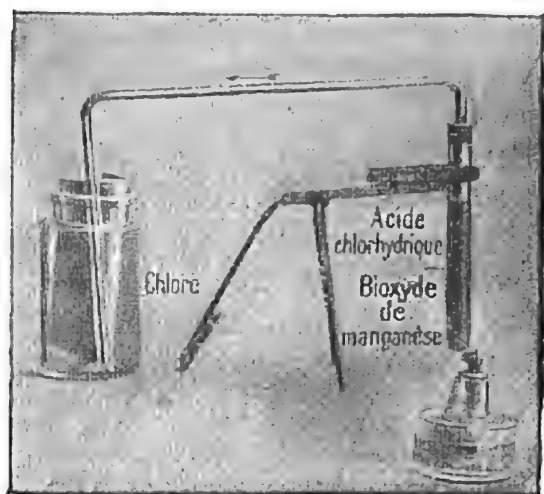

Fig. 86. — L'acide chlorhydrique chauffé avec du bioxyde de manganèse laisse dégager un gaz décolorant (le chlore).
**2. Préparation du chlore.** — **Expérience.** — Pour préparer du chlore, on chauffe très doucement un tube à essais (fig. 86) contenant environ 1 gr. de bioxyde de manganèse et un peu d'acide chlorhydrique. Le chlore se dégage; comme il est plus lourd que l'air, on peut le recueillir dans un flacon débouché. Si dans ce flacon on a placé un papier où l'on vient d'écrire, les caractères pâlissent.